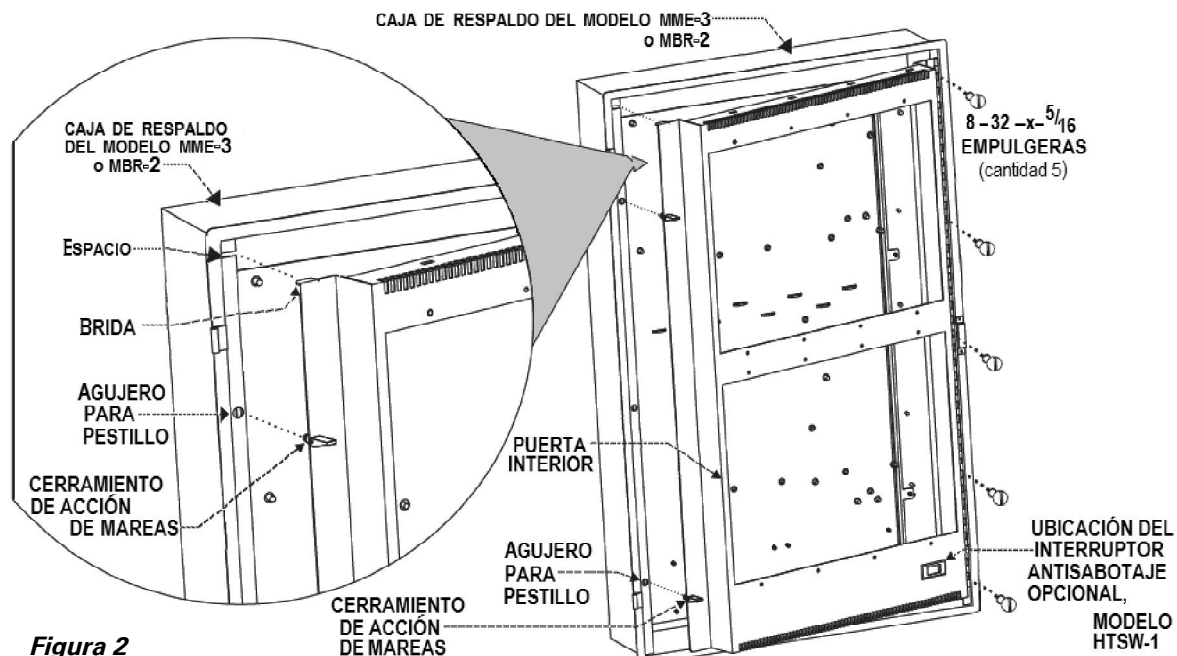

Figura 2
- Asegúrese de que la brida de la parte superior izquierda de la puerta interior esté asentada sobre la ranura del compartimento posterior y que los cierres de expansión ubicados cerca de la parte superior e inferior de la puerta interior estén asentados dentro de sus respectivos orificios en el compartimento posterior. (Consulte la Figura 2).